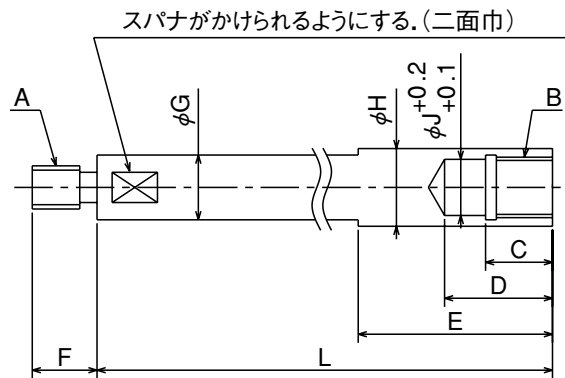

図 12
- ・ドロワーは図 12 の寸法 H を守り、引張り強さ 380MPa (38kgf/mm²) 以上の材質を使用する必要がある。